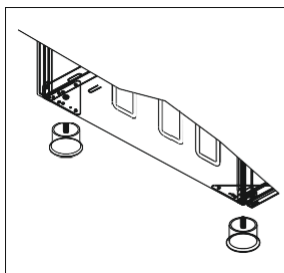
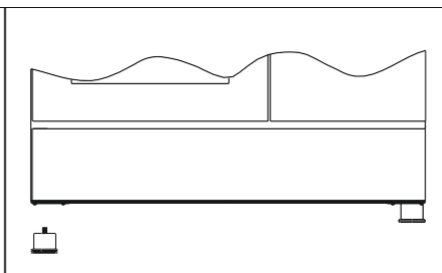

Figura 14
Figura 15
1. Os orifícios de instalação dos pés são colocados na parte de baixo do fogão, como mostrado na figura 14. De modo a enroscar os pés, coloque as porcas nesses orifícios figura 15.